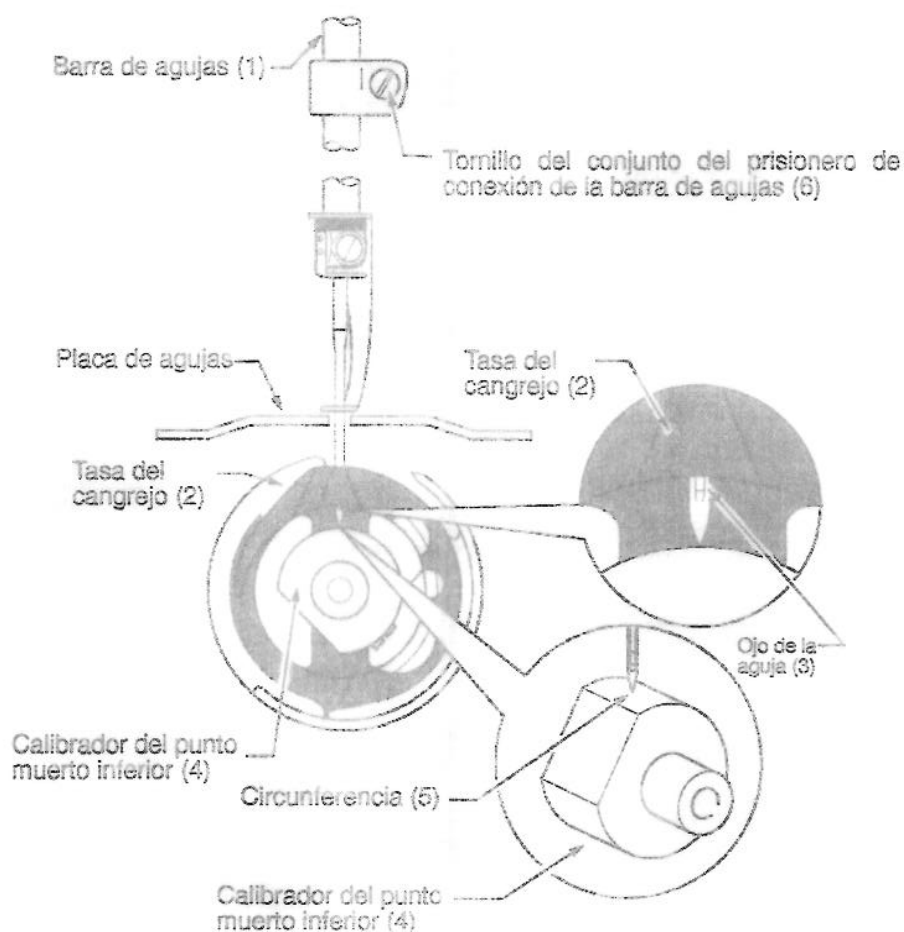

Figura 4-2
Tal como muestra la Figura 4-2, cuando la aguja está en el punto muerto inferior, la mitad del ojo de la aguja (3), o un poco más, debería quedar visible más allá de la tasa del cangrejo (2). (Para lograr un ajuste exacto, se debe utilizar el calibrador del punto muerto inferior (4) presentada en la Figura 4-2.)
- (1) Método para ajustar el punto muerto inferior de la barra de agujas (punto más bajo de la carrera descendente de la barra de agujas)
Coloque el calibrador del punto muerto inferior (4)^[NOTA 1], que es un accesorio estándar, en la forma que indica la Figura 4-2. La posición del punto muerto inferior de la barra de agujas es la que el ángulo indicado por la placa indicadora es el del punto muerto inferior y la punta de la aguja^[NOTA 2] está apenas en contacto con la circunferencia del calibrador del punto muerto.